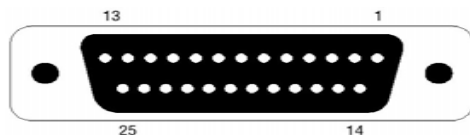

图 5-1
■T 型 485 接口 DB-25 芯孔座，引脚序号如图 5-1：